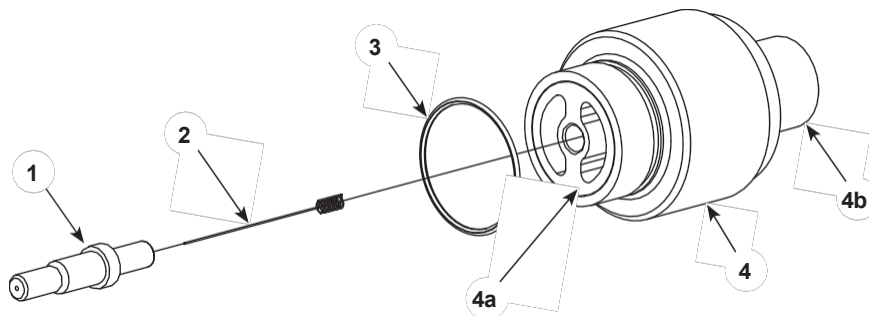

Рисунок 19 Замена узла опоры электрода XD
**Детали опоры электрода:** (См. Рисунок 19)
- В опоре электрода (4) находится резистор. Если резистор выходит из строя, необходимо заменить весь узел.
- Держатель электрода (1) и электрод (2) продаются отдельно. Для конических и плоских/угловых форсунок используются разные электрододержатели.
1. Открутите электрододержатель (1) и снимите электрод (2).